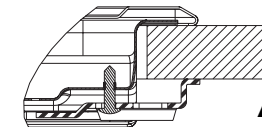

Abb. 1
2. Verwenden Sie zur Befestigung der Kochmulde die mitgelieferten Klammern (A).
3. Setzen Sie die Klammern in die durch die Pfeile angezeigten Bohrungen ein und befestigen Sie dieselben mit den für die Stärke der Arbeitsplatte geeigneten Schrauben (Siehe Abb. 1).
- Öffnen Sie den Deckel der Klemmenleiste (C), indem Sie mit einem Werkzeug auf die beiden seitlichen Zungen drücken.
- Führen Sie das Stromkabel (D) in die Kabelklemme (E) ein und verbinden Sie die Leiter mit dem Klemmenbrett.
- Setzen Sie nach dem elektrischen Anschluss das Kochfeld in die Arbeitsplatte ein und haken Sie es in die Klammern ein (siehe Abb. 1).